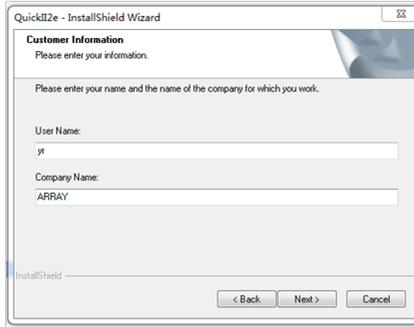

图 1.3
- 若用鼠标单击 (Next) 按钮, 进行下一步安装, 进入显示用户名及计算机名称, 如图 1.3 所示, 您可以对其修改。
- 若用鼠标左键单击 (Back) 按钮, 则返回到上一步安装画面, 如图 1.3 所示。